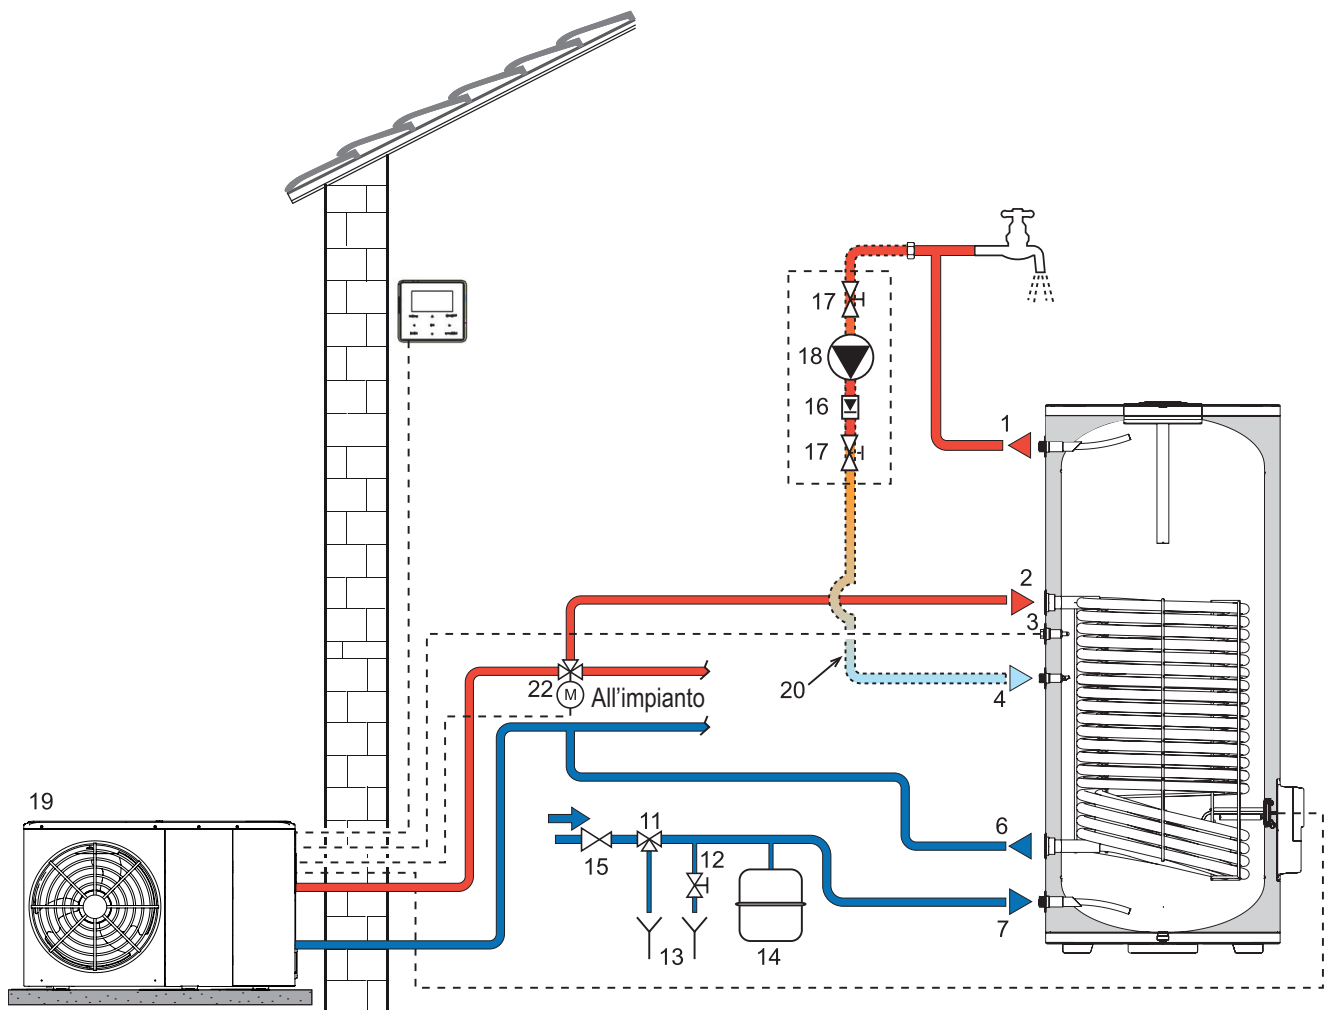

fig. 10 - Circuito idraulico ECOUNT HP 1C
- Per effettuare lo svuotamento chiudere il rubinetto di carico dalla rete, collegare un tubo flessibile al raccordo di scarico (non fornito - rif. 12 di fig. 10 e fig. 11), previsto durante la fase di installazione, e porre l'altra estremità in una zona provvista di scarico esterno.